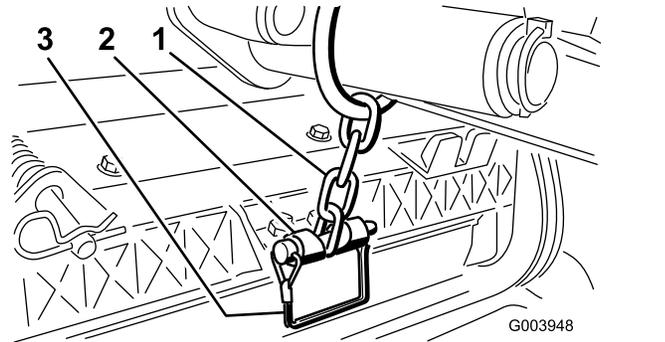

図 12
13. スナッパピンで、昇降アームのチェーンをチェーンブラケットに固定する 図 12。